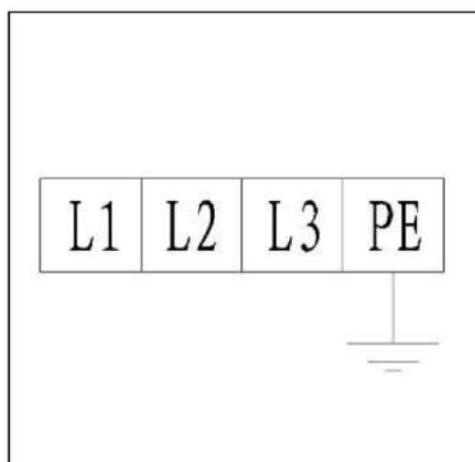

Рисунок 14
- Подключение источника питания: трехфазные и четырех линейные соединительные провода 400 В переменного тока (кабельный провод 4×2,5 мм²) для источника питания подключены к клеммам L1, L2, L3 и PE с маркировкой вводного провода в блоке управления. Полиэтиленовый провод заземления сначала подсоединяется под болт с маркировкой "заземление" (рис. 14), а затем подсоединяется под болт с маркировкой "заземление" двух платформ.